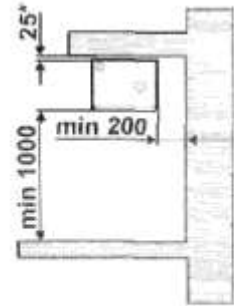

Рис.18.1
2.1. Местом для установки котлов марок WORLD PLUS-13/16/20/25/30R выбирается негорючая стена, способная выдержать вес котла, теплообменник которого заполнен водой (Рис. 18.1.). При отсутствии стены из негорючих материалов допускается предусматривать в районе установки котла облицовку стены негорючими материалами.